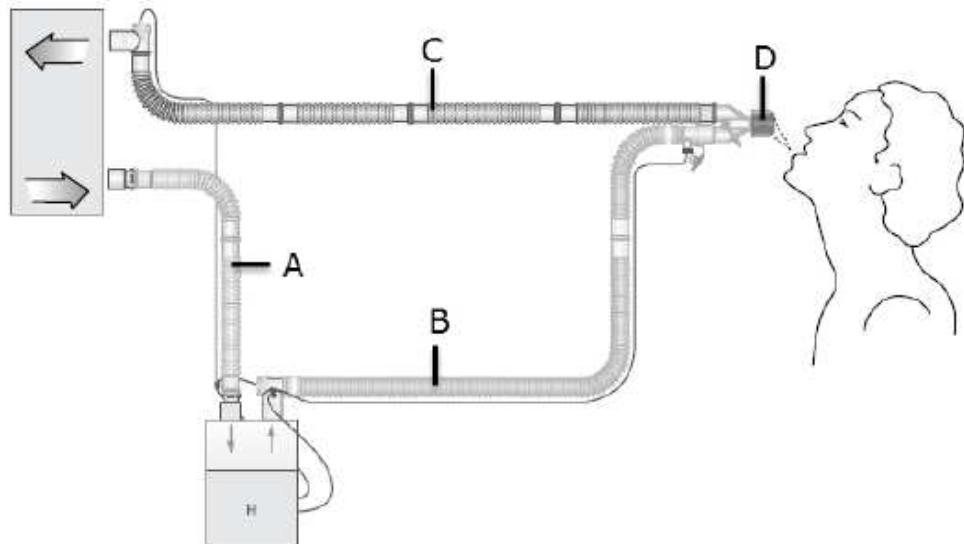
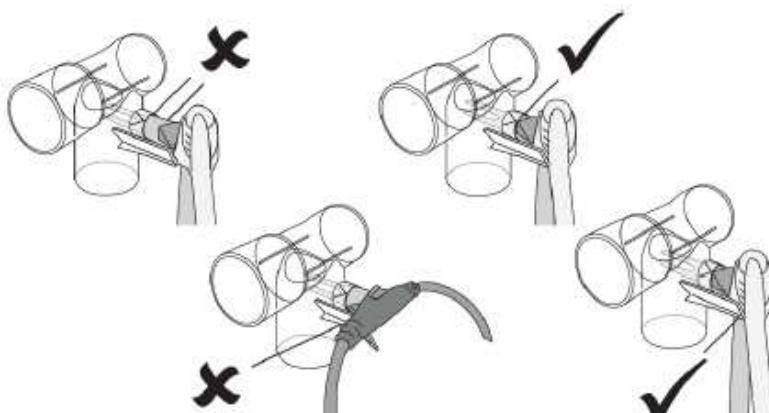

Figure 1. Configuration du système
Figure 2. Insertion correcte de l'extrémité distale de la sonde de température
| | <p>Mode d'emploi</p> <p>Préparation</p> <ol style="list-style-type: none"> 1. Installation de la chambre <ul style="list-style-type: none"> • Glissez la chambre d'humidification sur la plaque supérieure de la base et retirez la cassette des ports de la chambre. 2. Suspension de la poche d'eau à la potence <ul style="list-style-type: none"> • Déroulez le kit de remplissage de la cassette et retirez le bouchon rouge de la pointe, puis percez la poche. Accrochez la poche à la potence au-dessus de la chambre d'humidification. Consultez le mode d'emploi de la chambre d'humidification pour en savoir plus. 3. Raccordement du circuit respiratoire (Figure 1) <ul style="list-style-type: none"> • Attachez la branche sèche (A) au port inspiratoire du respirateur et au port de la chambre. • Raccordez le coude de la branche inspiratoire verte (B) à l'autre port de la chambre. • Raccordez la branche expiratoire (C) au port expiratoire du respirateur. 4. Raccordement de la sonde de température <ul style="list-style-type: none"> • Branchez le raccord de la sonde de température à la prise correspondante sur la base de l'humidificateur. • Insérez l'extrémité distale de la sonde de température dans le port sur le coude de la chambre. Consultez la Figure 2. • Insérez l'extrémité proximale de la sonde de température dans le port à l'extrémité patient de la branche inspiratoire verte. AVERTISSEMENT Veillez à ce que l'extrémité proximale de la sonde de température soit placée dans la branche inspiratoire et non dans la pièce en Y. 5. Raccordement de l'adaptateur électrique pour fil chauffant <ul style="list-style-type: none"> • Branchez l'adaptateur pour fil chauffant à la prise sur la base de l'humidificateur. • Branchez l'extrémité type feuille de trèfle à la prise sur le coude du circuit respiratoire au-dessus de la chambre. Circuits respiratoires à deux fils chauffants <ul style="list-style-type: none"> • Branchez l'extrémité ovale à la prise sur le coude du port expiratoire du respirateur. 6. Allumage de la base de l'humidificateur <ul style="list-style-type: none"> • Assurez-vous que le mode approprié est activé. 7. Raccordement du circuit respiratoire <ul style="list-style-type: none"> • Retirez le bouchon de sécurité rouge (D) de la pièce en Y et attachez cette dernière à l'interface patient. |
| 6.3 | <p>Précautions d'emploi :</p> <p>Circuit de ventilation :</p> <p>Contrôles préalables à l'utilisation</p> <p>AVERTISSEMENT</p> <ol style="list-style-type: none"> Chaque composant du circuit respiratoire doit être visuellement inspecté et le fonctionnement doit être vérifié. Détectez toute fuite ou occlusion avant l'utilisation sur un nouveau patient. Veillez à ce que les raccords soient bien en place. Afin d'éviter la déconnexion du système de tubulures en cours d'utilisation, utilisez ce système uniquement avec des dispositifs et/ou des accessoires conformes aux normes internationales en vigueur. Effectuez un autodiagnostic du respirateur après le montage du circuit respiratoire et des accessoires associés avant l'utilisation sur un nouveau patient. Avant toute utilisation, consultez la documentation et le mode d'emploi de tous les appareils connectés ou de la combinaison des appareils. Vérifiez le fil chauffant enroulé. N'utilisez pas le circuit respiratoire à fil chauffant si le fil est emmêlé dans les tubes. Assurez-vous que l'humidificateur est installé plus bas que le patient et le respirateur. Consultez la Figure 1. <p>MISE EN GARDE</p> <ol style="list-style-type: none"> Avant de procéder à l'installation, vérifiez que tous les composants du circuit respiratoire sont libres de toute obstruction ou de tout corps étranger et qu'il y a une voie aérienne dégagée. Pour éviter toute contamination, le dispositif doit rester emballé jusqu'à ce qu'il soit prêt à l'emploi. N'utilisez pas le produit si l'emballage est endommagé. Lors de la connexion ou déconnexion du circuit respiratoire, maintenir le raccord et exercer une action pousser-tourner. Utilisez le bouchon de sécurité rouge pour fermer le port de connexion patient du circuit respiratoire comme indiqué par le protocole d'autodiagnostic du respirateur. <p>Assurez-vous que le bouchon de sécurité rouge est bien en place afin d'empêcher un retrait accidentel pendant l'autodiagnostic.</p> <p>Contrôles pendant l'utilisation</p> <p>AVERTISSEMENT</p> <ol style="list-style-type: none"> Ne recouvrez pas le circuit respiratoire avec un objet susceptible d'isoler le flux d'air autour du tube, au risque de compromettre le transfert de chaleur et d'endommager le système, ou encore d'entraver l'administration des gaz au patient. La partie du système respiratoire de 25 cm reliée au raccord patient est une partie appliquée. Évitez tout contact prolongé des autres pièces du système avec la peau du patient. N'étirez pas les tubulures. Surveillez les paramètres cliniques du patient pendant le traitement. <p>MISE EN GARDE</p> <ol style="list-style-type: none"> Vérifiez le niveau d'eau de la chambre d'humidification au cours du traitement et avant de le démarrer. Consultez le mode d'emploi de la chambre pour en savoir plus. Vérifiez l'état de l'humidificateur au cours du traitement et avant de le démarrer. Consultez le mode d'emploi de l'humidificateur pour en savoir plus. <p>Durée d'utilisation</p> <p>Produit à usage unique. Durée d'utilisation maximale de 7 jours. Le début d'utilisation est défini par la première connexion à l'équipement. Ne le réutilisez pas. Une réutilisation présente un risque pour la sécurité du patient en termes de contamination croisée, de dysfonctionnement et de rupture du dispositif.</p> <p>Un nettoyage peut provoquer un dysfonctionnement et une rupture du dispositif.</p> <p>AVERTISSEMENT</p> |